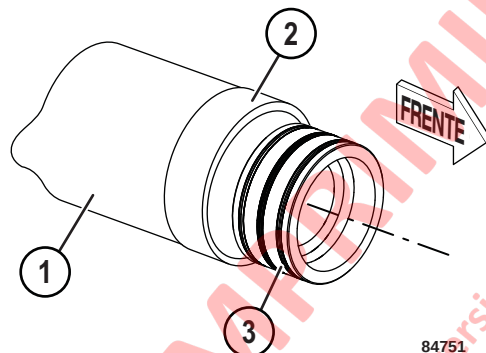

FIGURA 3-24. DESMONTAJE E INSTALACIÓN
1. Recubra el conjunto del pistón (3, Figura 3-24) con una cantidad pequeña de grasa de motor.
2. Instale el pistón (3) y empújelo al centro de la carcasa.
3. Use la herramienta de instalación del pistón (2, Figura 3-24) para introducir el conjunto del pistón (3) en la camisa con el lado cóncavo hacia el extremo de la válvula de carga del cuerpo del cilindro del acumulador (1). Empuje el conjunto del pistón hacia el centro del cuerpo.